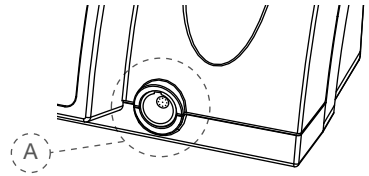

Fig. 2 Vue avant
5. Branchez la fiche du câble du micromoteur à la prise correspondante (Fig. 2, A), à l'avant de l'unité centrale.
La prise (Fig. 2, A) est un connecteur va et vient. Orientez le point rouge sur la position en haut du connecteur mâle et enfichez celui-ci dans la prise. Ne vissez pas dans le connecteur. Pour déconnecter, retirez par l'extrémité en métal du câble. Ne pas dévisser le connecteur.